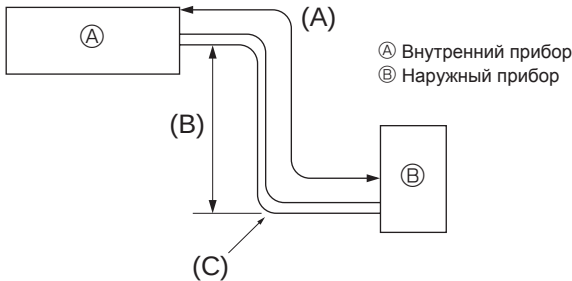

Fig. 5-1
5.1. Труба для хладагента (Fig. 5-1)